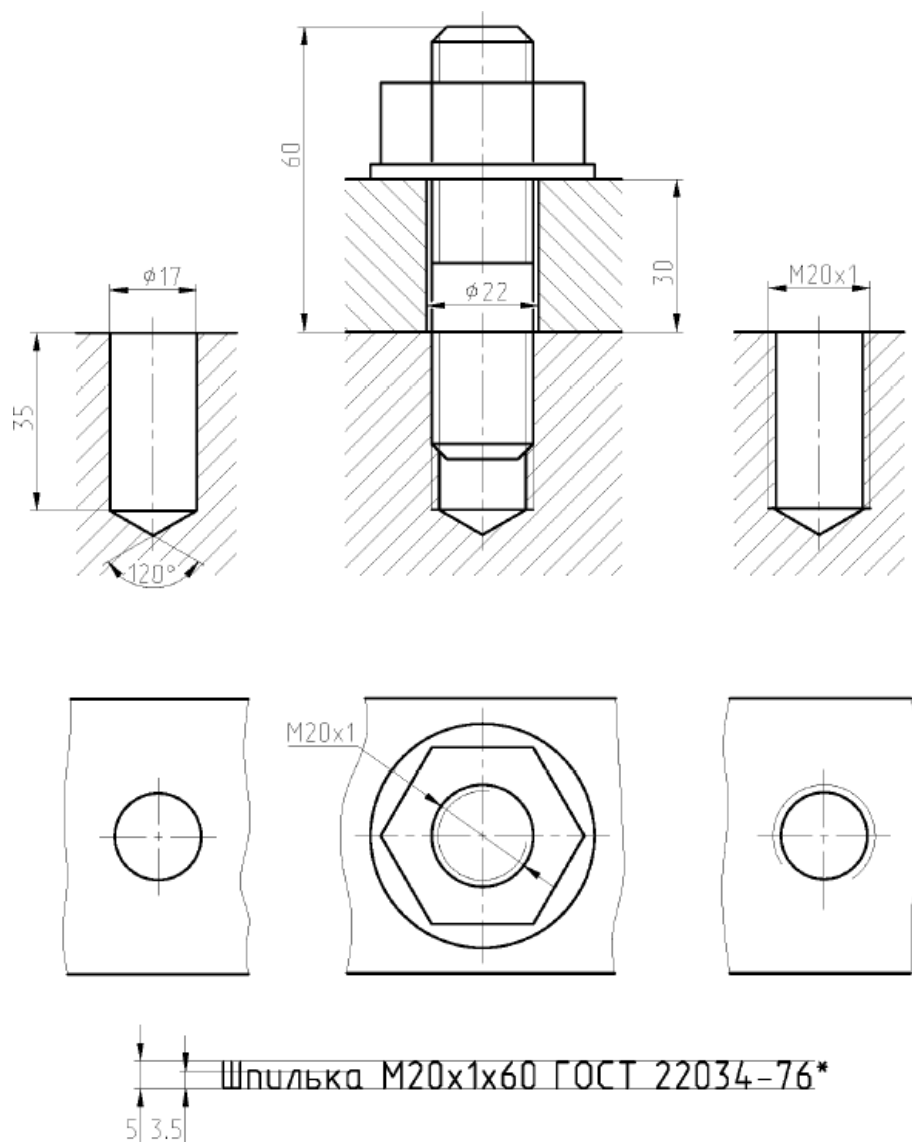

Рис.7. Образец выполнения задания шпилечного соединения
1. Шпилечное соединение требуется вычертить в двух изображениях: главный вид с фронтальным разрезом и вид сверху. Вычерчивают также глухое сверленное отверстие и глухое отверстие с резьбой (рис.7).
9. По образцу, приведенному на рис. 7 проставить необходимые